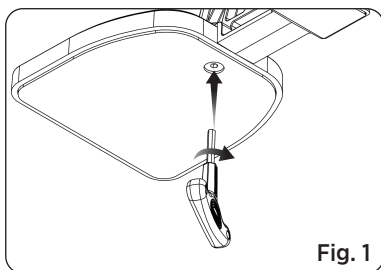

Fig. 1
1. Alinee los tornillos de montaje anticaída con el agujero de montaje y use la llave para apretar firmemente la base de afilado al soporte principal (Ver Fig. 1).